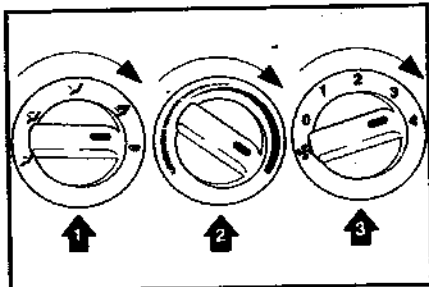

Рис. 108. Расположение регуляторов на панели отопления и вентиляции при обдуве наружной поверхности ветрового стекла
1. Установите просто позицию подогрева (defrost)  (рис. 108).